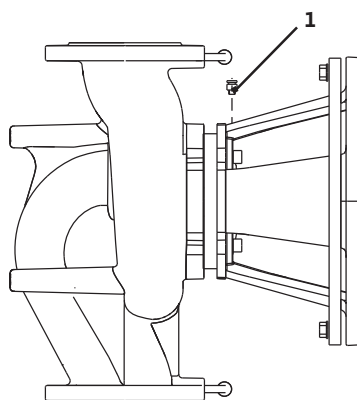

Fig. 41: Valvola di sfiato
- Sfiatare le pompe allentando le valvole di sfiato (Fig.41, pos. 1). Un funzionamento a secco distrugge la tenuta meccanica della pompa. Il trasduttore differenza di pressione non deve essere sfiato (pericolo di distruzione).